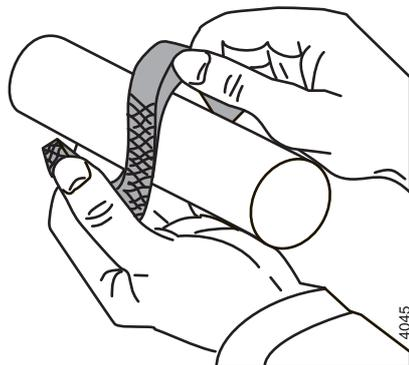

Рисунок 16: Сгибание набивочных колец, раскрываемых в осевом направлении
- 1 Установите 5 набивочных колец. Установите набивочные кольца со смещением открытых сторон. Набивочные кольца можно изгибать лишь раскрывая в осевом направлении, см. рисунок 16.